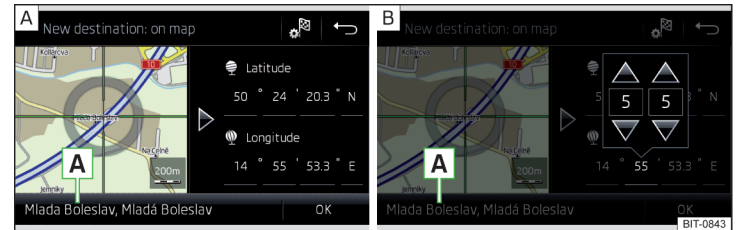

Abb. 187 Ziel eingeben: über den Kartenpunkt / mithilfe von GPS-Koordinaten
- › Durch Bildschirmberührung das gewünschte Ziel in das Fadenkreuz verschieben » Abb. 187 - **A**.
- › Die Werte der GPS-Koordinate nacheinander antippen und einstellen » Abb. 187 - **B**.
Sind in den Navigationsdaten des Infotainments Informationen zum eingegebenen Punkt verfügbar, dann werden diese statt der GPS-Koordinaten angezeigt (bspw. Adresse **A**) » Abb. 187).